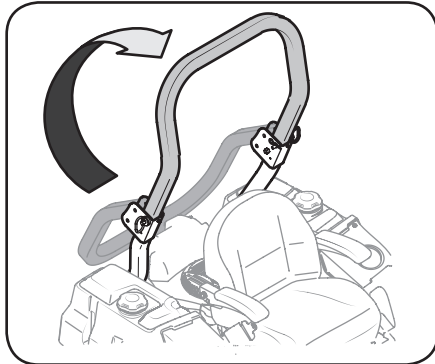

Figure 2-4
1. Retirez l'axe de chape gauche, l'axe de chape droite et les goupilles fendues qui fixent la structure de protection anti-retournement. Voir Figure 2-4.